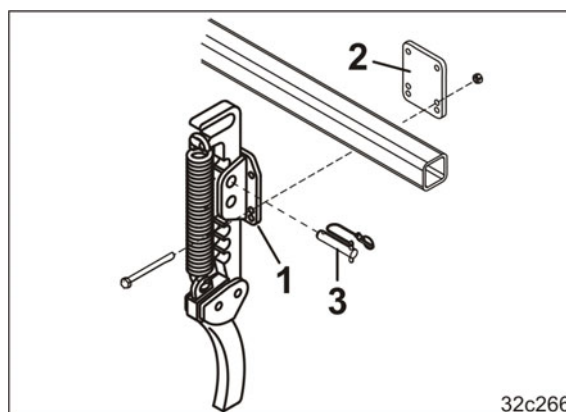

Рис. 59
- 1.1 Привинтите следорыхлитель (Рис. 59/1) с зажимной пластиной (Рис. 59/2) к трехточечной удлинительной раме.
- 1.2 Закрепите следорыхлитель в крайнем верхнем положении с помощью пальца (Рис. 59/3). Регулировка рабочей глубины выполняется на поле.